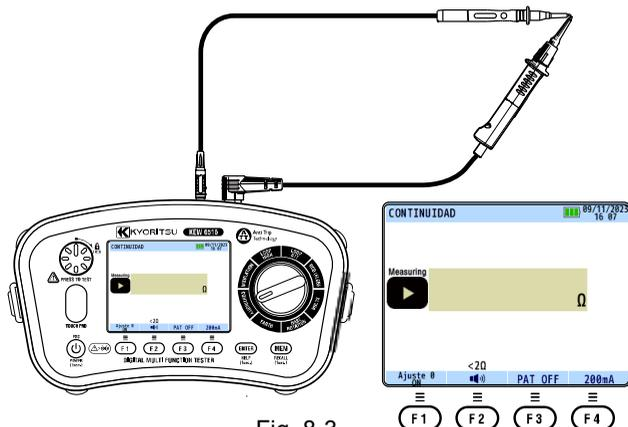

Fig. 8-3
(3) Conecte los extremos de los cables de prueba firmemente juntos (ver Fig. 8-3) y presione y bloquee el pulsador de prueba. Se mostrará el valor de la resistencia del cable. El símbolo "▶" se muestra a la izquierda de la lectura durante una medición.